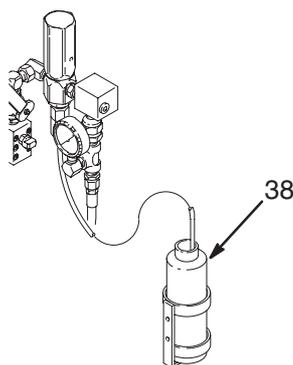

Abb. 16
Spülschlauch und Flasche (38) daher zu Beginn jeder Schicht sowie immer dann überprüfen, wenn es zu einem falschen Mischverhältnis beim Material kommt, da das automatische Druckentlastungsventil möglicherweise Material in die Flaschen abgegeben hat. Schlauch und Flasche bei Bedarf reinigen. Regelmäßig den Spülschlauch auf Schnitte, Löcher oder Ausbuchtungen überprüfen und beschädigte Teile vor Verwendung des Systems auswechseln. Siehe Abb. 16.